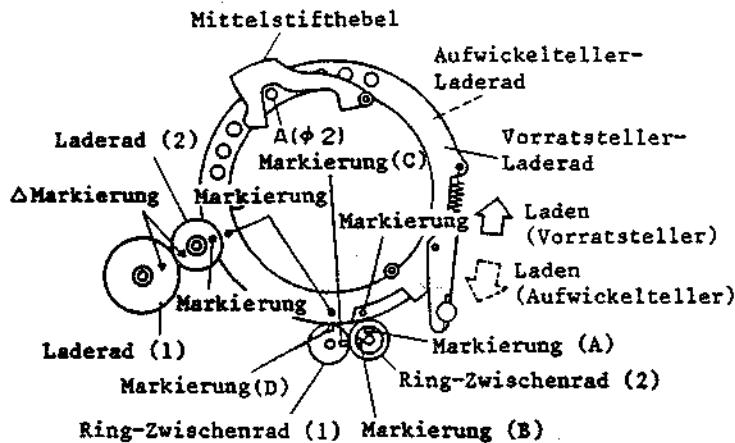

Abb. 3-2
**2. Einstellung des Nockenrades (Abb. 3-2(A), (B), (C))**
3. Das Nockenrad so einbauen, daß die Steuernocke (Form eines umgekehrten "L") auf dem Nockenrad parallel zur Oberkante des Chassis angeordnet ist (siehe Abb. 3-2 (A)).
4. Das Ladezahnrad (1) gemäß Abb. 3-2(B) einbauen.
5. Das Ladezahnrad (2) so einbauen, daß dessen Markierung mit der Markierung auf dem Vorratsteller-Ladering ausgerichtet ist und die Delta-Markierungen an den Laderädern (2) und (1) fluchten (siehe Abb. 3-2(C)).